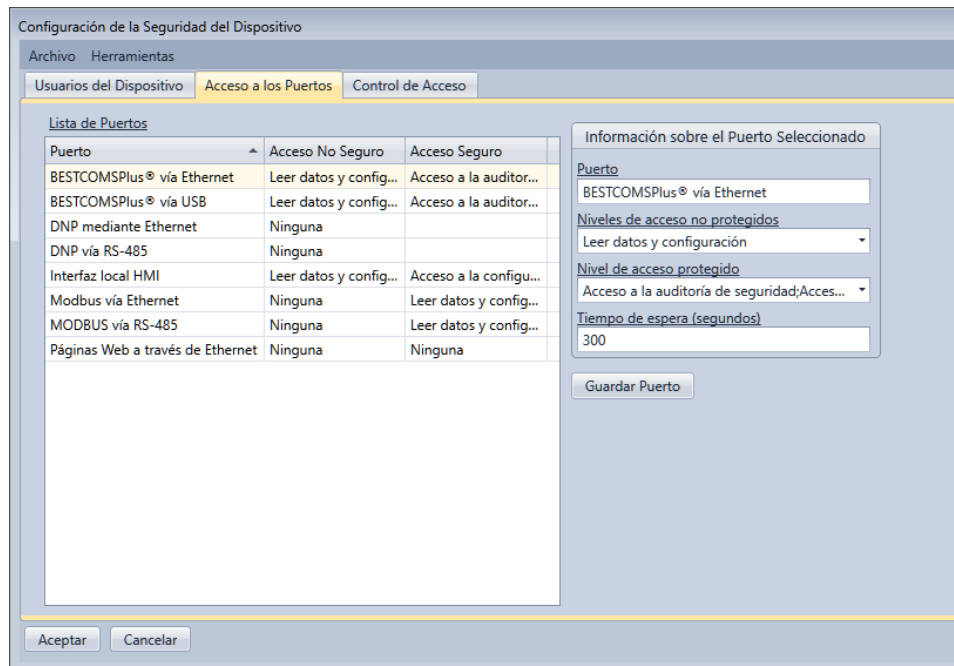

Figura 9-2. Pantalla de acceso al puerto
1. Seleccione la pestaña del acceso al puerto. Consulte Figura 9-2.